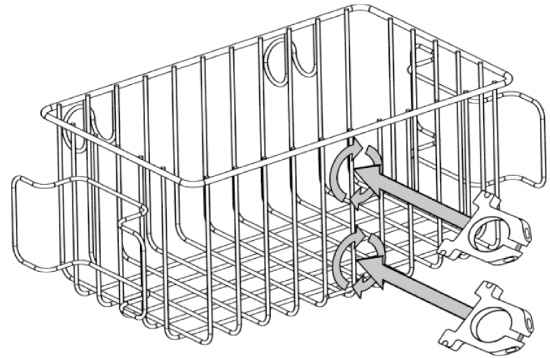

Figure 2 ■ Figure 2 ■ Abbildung 2 ■ Figura 2 ■ Figura 2 ■ Afbeelding 2
1	倾斜地将两个尼龙夹安装到篮子的中心位置。旋转夹子，直到两者成水平方向（请参阅第 27 页图 2）。
1	両方のナイロンクリップを斜めにして、バスケットの中央部分に取り付けます。2つのクリップが水平になるまで回します（27ページの図2を参照）。
■ Rysunek 2 ■ Obrázok 2 ■ Figur 2 ■ Kuva 2 ■ Φιγυρα 2 ■ Figura 2
■ Joonis 2 ■ 2 pav. ■ 2. attēls. ■ Şekil 2 ■ Рис. 2 ■ 图 2 ■ 图 2